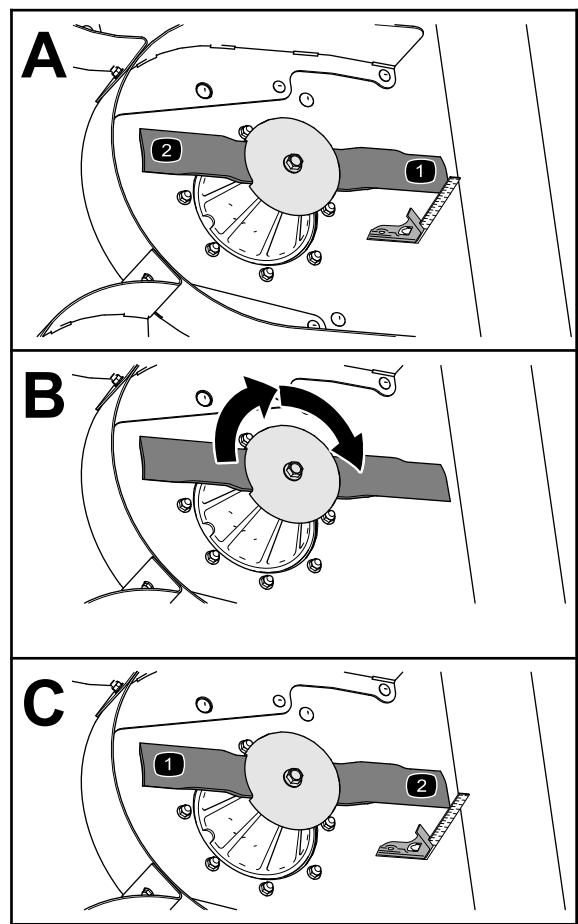

Bild 72
3. Messen Sie den Abstand zwischen der sauberen Fläche des Mähwerks zur Spitze der Schneidkante mit einem Anschlagwinkel mit Skala (Bild 72).
4. Drehen Sie die Messer um 180° (Bild 72).
5. Messen Sie den Abstand zwischen der sauberen Fläche des Mähwerks und der Spitze der Schneidkante (Bild 72).